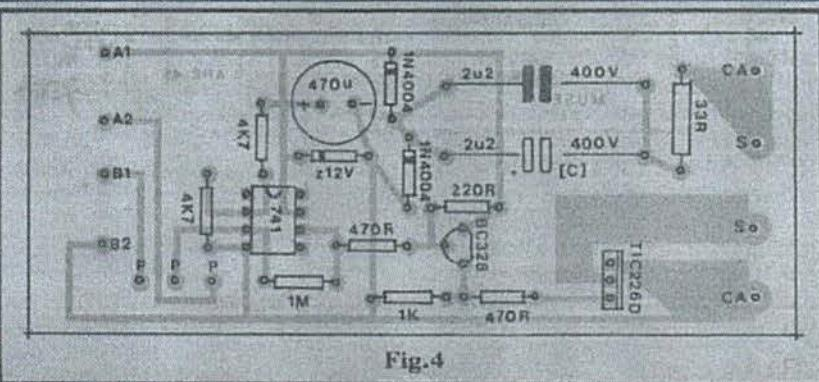

Fig.4
- FIG. 4 - CHAPEADO DA MONTAGEM - Apesar de pequena, a placa é pouco "congestionada", de modo que a colocação e soldagem dos componentes não oferecerá muitas dificuldades... Guiando-se pela figura, que traz o impresso visto pelo seu lado não cobreado, basta o Leitor/Hobbysta ir colocando e soldando as peças, observando com atenção seus códigos, valores, polaridades, etc. Pontos que merecem maior observação, estão enumerados a seguir:
220V... Na prática, contudo (ver CHAPEADO - fig. 4) podemos "universalizar a coisa" a partir de 2 capacitores de  $2\mu 2 \times 400V$  (ver LISTA DE PEÇAS) que serão aplicados à placa nas seguintes condições:
- Rede de 220V - Colocar na placa apenas um dos ditos capacitores, não incluindo o capacitor "C", visto em cor clara, na fig. 4.